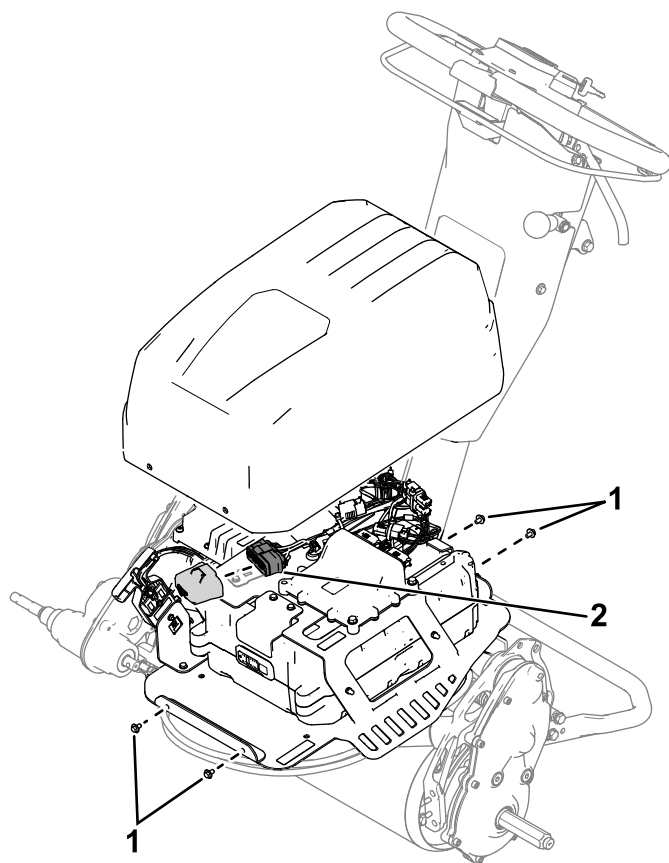

Figure 31
2. Retirez les 4 vis (Figure 31) qui fixent le couvercle de la batterie et déposez le couvercle.